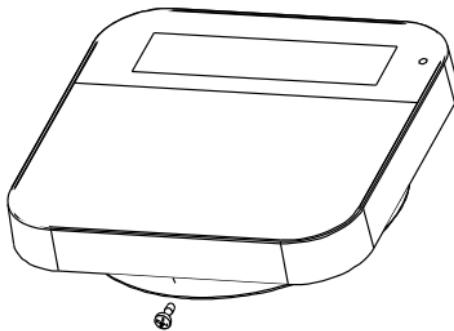

Fig. 3
4. Fastgør skruen til huset i bunden af fronthækslet (se Fig. 3).